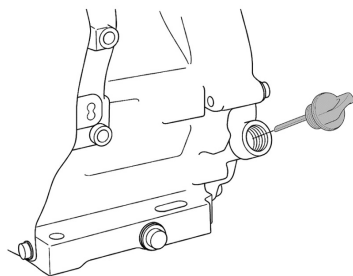

Рис. 6 Крышка-щуп маслосазливной горловины
2. Открутите крышку-щуп маслосазливной горловины и извлеките щуп (Рис. 6).
2. Выкрутите крышку-щуп маслозаливной горловины и извлеките щуп (Рис. 6).